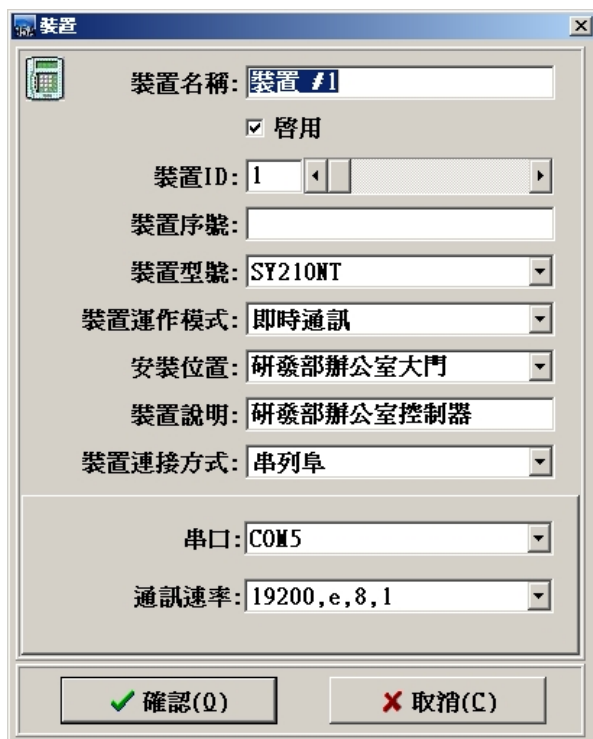

图 2-2 控制器装置设定表
2. 输入控制器装置名称，如图 2-2 所示。
3. 设定 控制器 " 装置 ID " 编号，如图 2-2 所示。